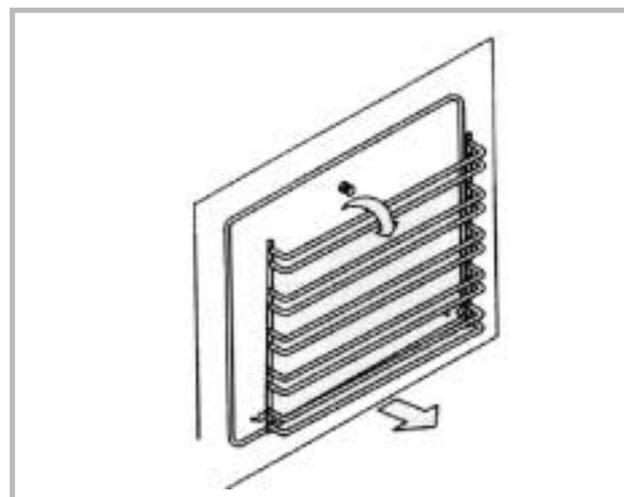

Figure 12
2. Faites tourner l'ensemble de tiges de guidage comme indiqué sur la figure et tirez vers l'extérieur. Les tiges de guidage sont maintenant libérées (figure 12).